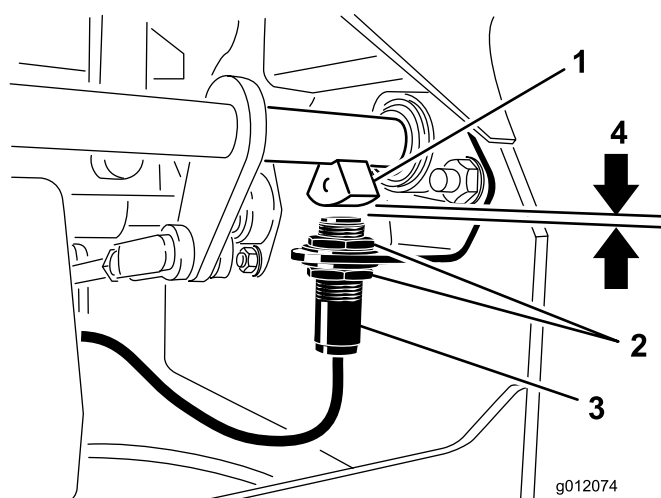

Figure 67
4. Montez ou descendez le contacteur sur le support jusqu'à ce qu'une distance de 3,9 mm (5/32 po) sépare le capteur d'arbre de frein et la surface du contacteur (Figure 67).